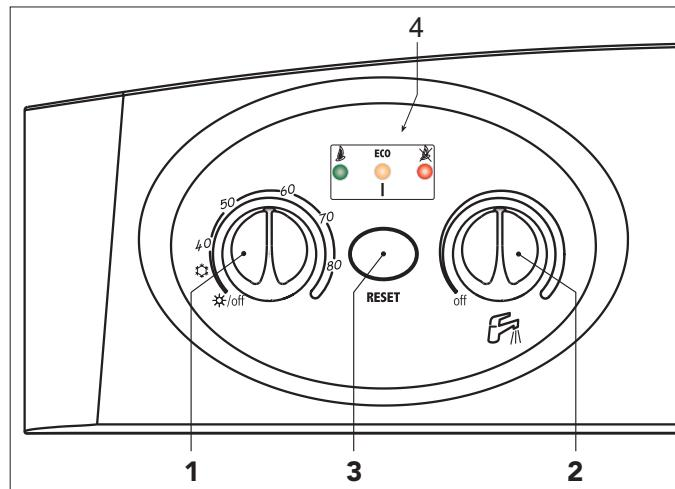

fig. 1
Durante o funcionamento normal, o controlo de diagnóstico da caldeira envia informações relativas ao estado da mesma através dos leds (4 - fig.1):
Rode ambos os botões para o mínimo (ref. 1 e 2 fig. 1).
Para programar a temperatura do caudal do circuito, rode o respectivo botão (ref. 1 - fig. 1).
Para regular a temperatura da água quente sanitária, rode o respectivo botão (ref. 2 - fig. 1).
| ● ● ○ | Caldeira bloqueada | Verifique se a válvula de gás à frente da caldeira e no contador estão abertas. Prima a tecla Multifunções (durante 1 segundo) (fig. 1). Em caso de bloqueios frequentes da caldeira, contacte o centro de assistência mais próximo. |